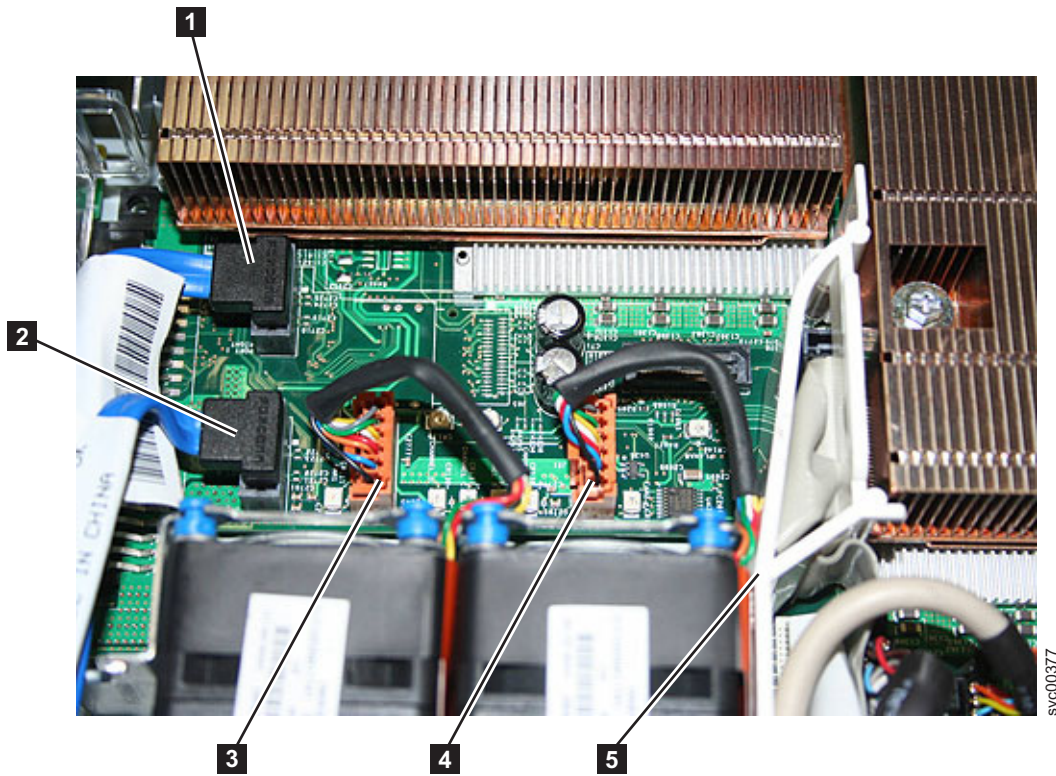

図 281. SAN ボリューム・コントローラー 2145-8G4 システム・ボードのコンネクター
6. システム・ボードから最初のケーブル・セットを切り離します (320 ページの図 281 を参照)。システム・ボードの前面左側から、以下を取り外します。